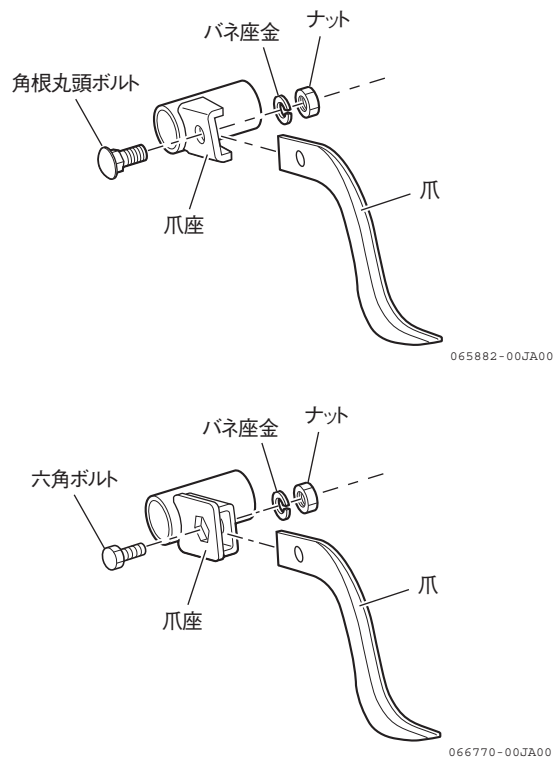
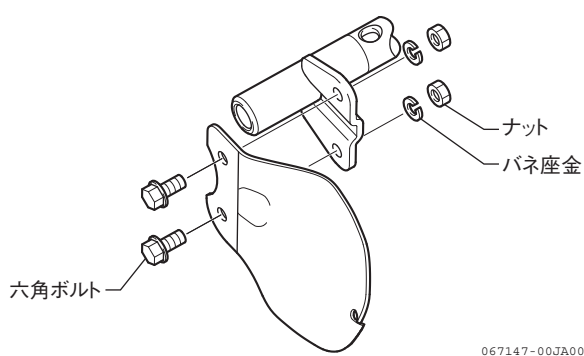

図 4-33 爪交換（ナタ爪・揚土爪）
図 4-34 爪交換（ハイブリッド爪）
1. 耕うん爪の取付ボルトを外して、爪を交換します。(図 4-33、図 4-34)